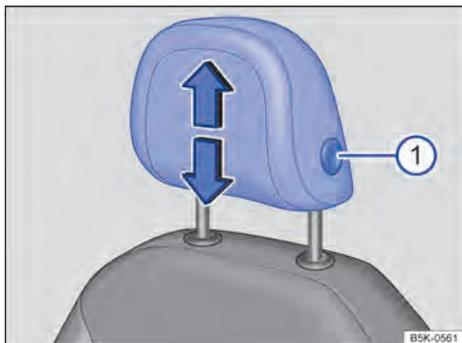
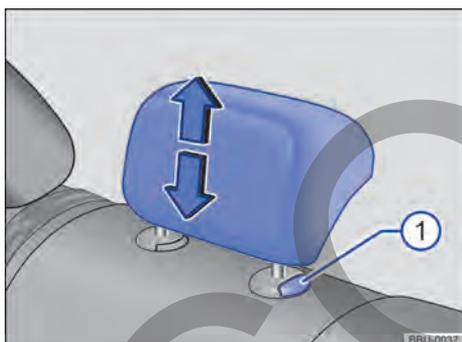

Fig. 61 Apoyacabezas delantero: ajuste.
Fig. 62 Apoyacabezas trasero: ajuste.
1. Desplace el apoyacabezas hacia arriba o abajo, en el sentido de la flecha correspondiente. Dado el caso, presione a la vez la tecla → fig. 61  o → fig. 62.